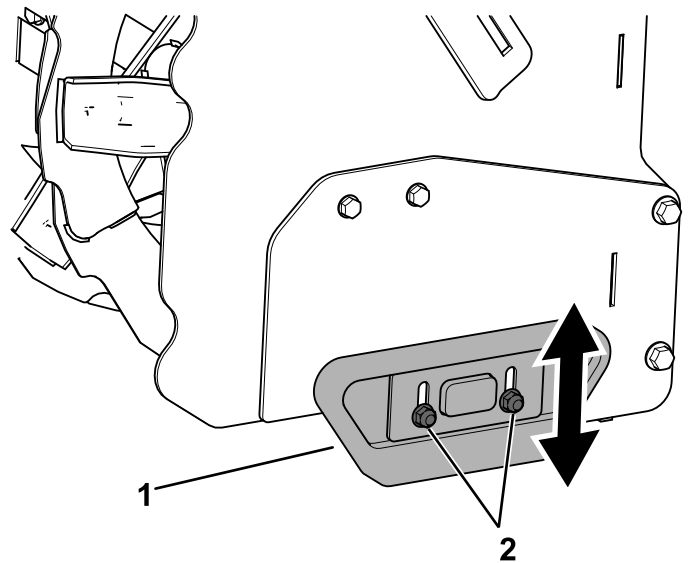

Figure 28
3. Desserrez les écrous qui fixent les deux patins aux côtés de la vis sans fin jusqu'à ce que les patins puissent coulisser aisément vers le haut et vers le bas (Figure 28).